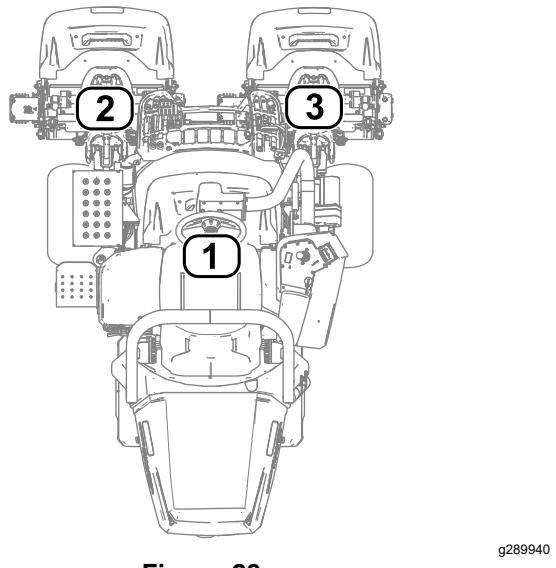

Figura 28
- 1 se refiere a la unidad de corte central (Figura 28)
- 2 se refiere a la unidad de corte delantera izquierda (Figura 28)
- 3 se refiere a la unidad de corte delantera derecha (Figura 28)